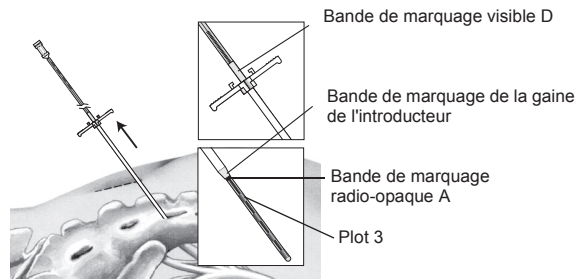

Figure 9. Retirer la gaine de l'introducteur pour exposer le plot 3.
7. Tout en maintenant l'électrode en place, retirer la gaine de l'introducteur jusqu'à ce que la bande de marquage visible D de l'électrode soit alignée avec le manche de la gaine de l'introducteur. S'assurer, sous radioscopie, que la bande de marquage radio-opaque à l'extrémité de la gaine est proche du plot 3 et adjacente à la bande de marquage radio-opaque A sur l'électrode (Figure 9).